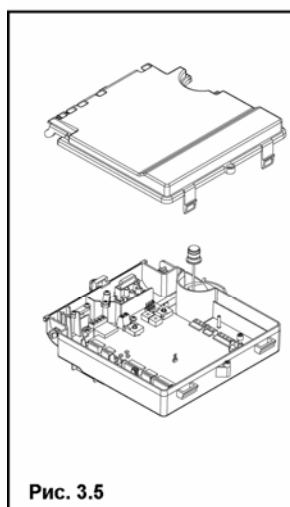

Рис. 3.5
- Снимите крышку, которая закрывает клеммную колодку (рис. 3.5)
Рис. 3.5а